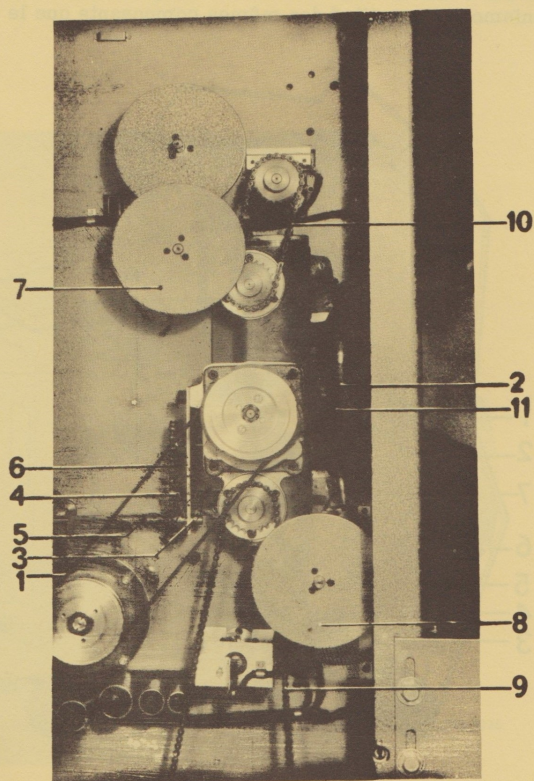

Fig. 1
Du côté arrière de fig. 1
- . Retirer 4 vis 11, fig. 1.